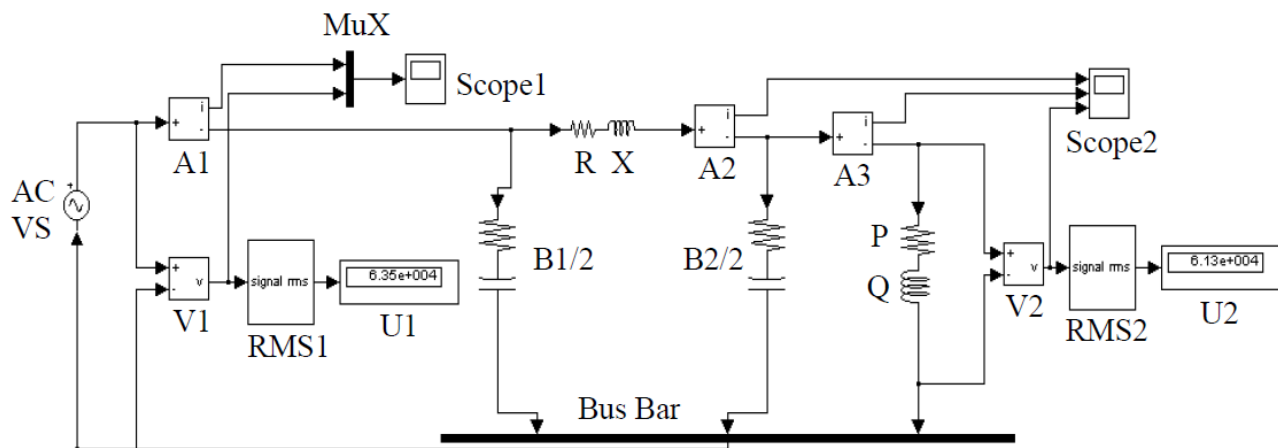

Рис. 2.4. Имитационная модель ЛЭП при работе на нагрузку
Соединив все необходимые элементы, получим имитационную модель (рис. 2.4).
3. Выполните соответствующие изменения в окне вновь созданной модели ненужные элементы и добавьте новые (см. подраздел. 2.2 и рис. 2.4).